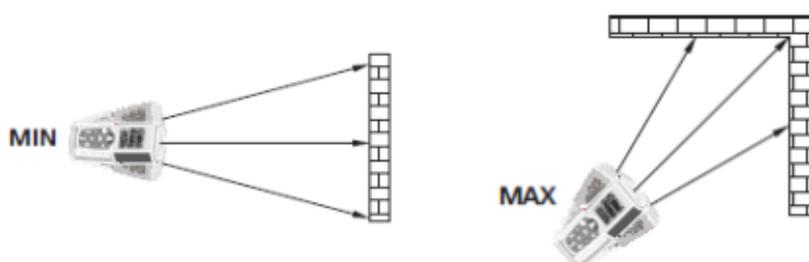

Abb. 3: Beispiele von kontinuierlicher Messung von Abstand
4. Der minimale und maximale Wert des Abstands erscheinen in den Teildisplays, und die kontinuierliche Messung erscheint im Ergebnisdisplay und ändert dynamisch mit der Bewegung des Geräts (siehe Abb. 3) in the resulting display